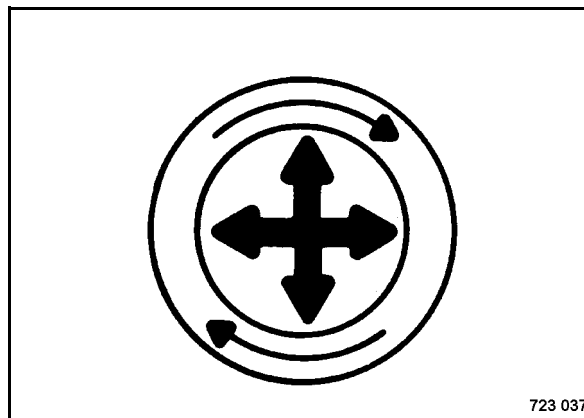

Fig. 51
- Para soltar la obturación hay que tirar el filtro de aire con mucho cuidado hacia arriba, hacia abajo y lateralmente o girarlo (Fig. 51).